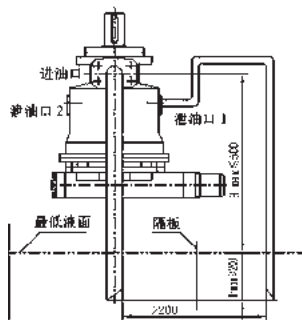

图 2
b) 如果油箱的最低液面低于泵的安装法兰面，则封闭泄油口 2，泄油口 1 及进油口按图 2 配管，并参见 1.2.1 节。
在安装前泵置于水平位置并灌满油液。如安装于油箱的上方，参见图 2。